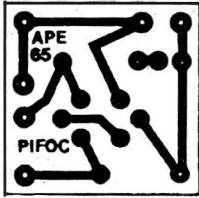

Fig. 2
- FIG. 2 - LAY OUT DO CIRCUITO IMPRESSO ESPECÍFICO - A plaqueta de impresso é uma *títica*, de tão pequena e fácil de confeccionar... Obviamente que o caro leitor deverá saber manejar os materiais necessários, incluindo o fenolite cobreado nas dimensões indicadas na **LISTA DE PEÇAS**, tinta ou decalques ácido-resistentes, solução de perclorato de ferro, etc., além das operações e fases (todas muito simples) da tal confecção... Pro-